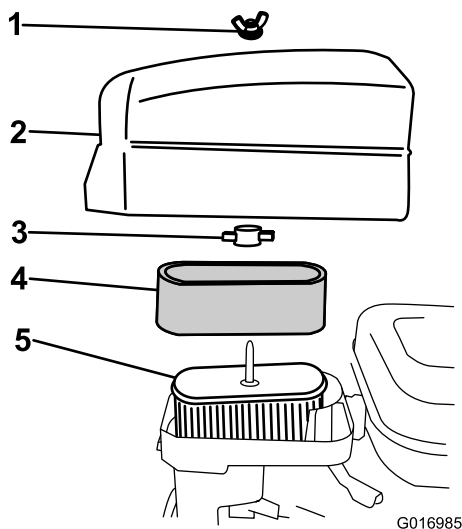

图32
4. 如果泡沫滤芯变脏请将其从纸质滤芯中取出 图32并清洁如下所示